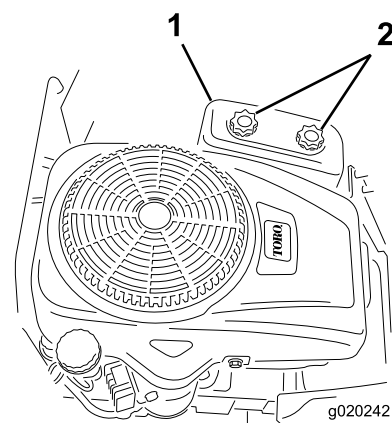

Figura 38
4. Remova cobertura do filtro de ar desparafusando os 2 botões (Figura 38).
3. Coloque a cobertura do filtro de ar e aperte os dois botões (Figura 38).